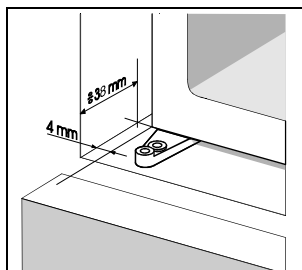

рисунок 1
- Аппарат продвиньте в кухонный элемент (глубина установки аппарата - около 38 мм), при этом расстояние между аппаратом и боковой стороной элемента на противоположной стороне дверной петли составляет по всей высоте 4 мм (рисунок 1).